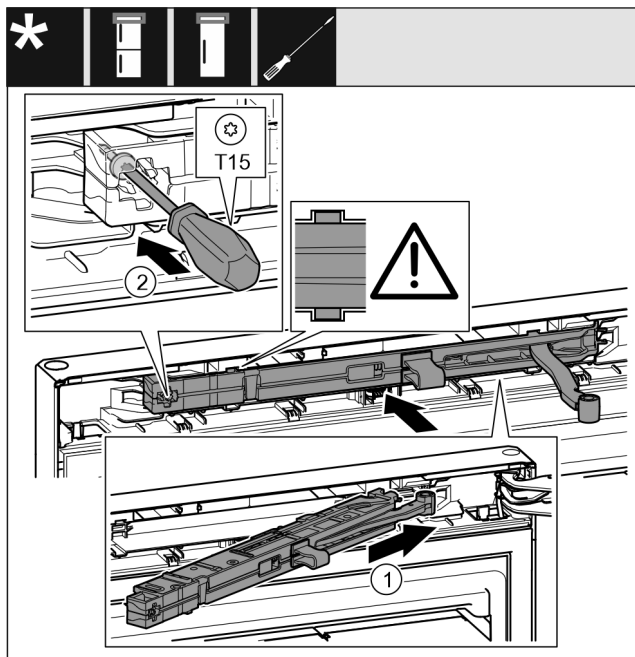

Fig. 20
- ▶ Uždarymo amortizatoriaus mazgą atraminės gembės pusėje įstrižai įkiškite į griovelį. Fig. 20 (1)
- ▶ Atsuktuvu T15 tvirtai prisukite varžtą. Fig. 20 (2)